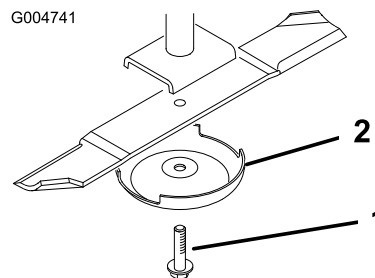

Figura 90
3. Retire o parafuso da lâmina, o recipiente antidanos e lâmina do eixo (Figura 90).